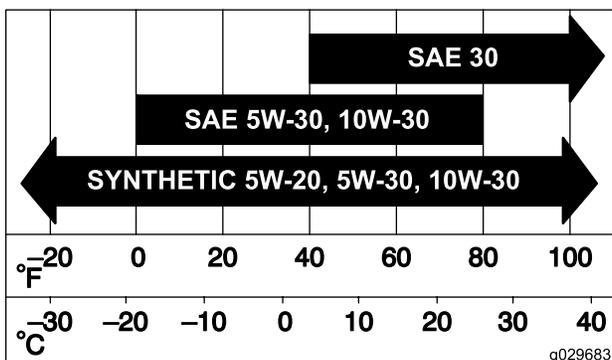

Bild 40
2. Schieben Sie den Filter vorsichtig in das Luftfiltergehäuse hinein (Bild 40).
3. Montieren Sie die Luftfilter Abdeckung und befestigen Sie diese mit den Laschen (Bild 40).